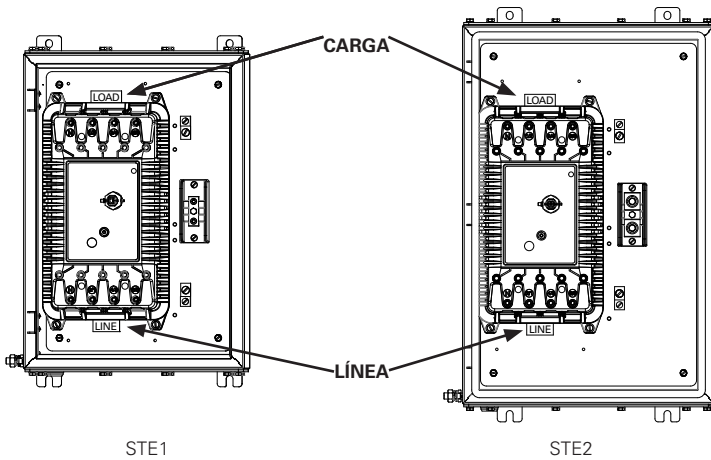

Figura 3: diseño interno
- Conecte la alimentación principal directamente al lado de la línea (parte inferior) del disyuntor principal. Los cables de alimentación de salida se deben conectar al lado de la carga (parte superior) del disyuntor principal (consulte la Figura 3). Asegúrese de que los terminales estén apretados según los valores de par, indicados en la tabla de requisitos de par (en la sección Datos técnicos).